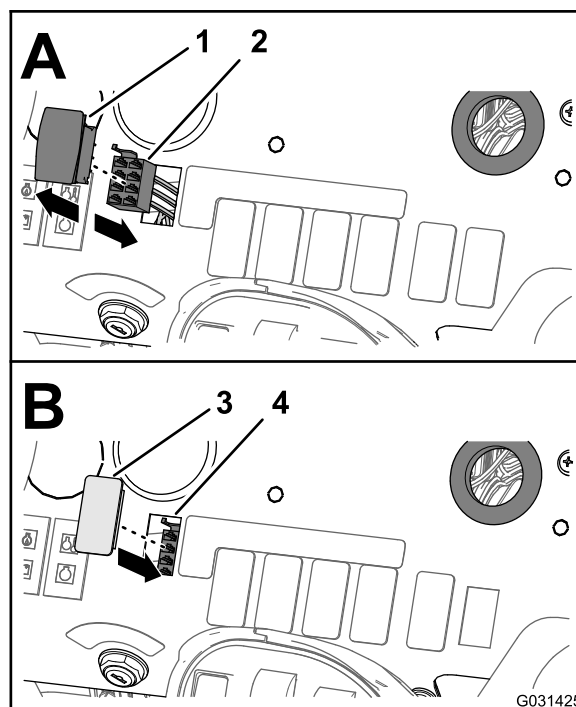

Figura 60
2. Scollegate il connettore a 8 prese del cablaggio anteriore della macchina (indicato dall'etichetta RATE SWITCH (interruttore volume)) dal connettore a 8 pin dell'interruttore (Figura 60).
4. Allineate il tappo dell'interruttore sull'apertura nel cruscotto dove avete rimosso l'interruttore del volume (Figura 60).
5. Inserite il tappo dell'interruttore nel cruscotto, fino a quando il tappo non scatta nel cruscotto in modo sicuro (Figura 60).
1. Da sotto il cruscotto della macchina, spremete tra loro le alette di bloccaggio dell'interruttore di comando del volume e spingete verso l'alto l'interruttore di comando del volume, fuori dal cruscotto (Figura 60).